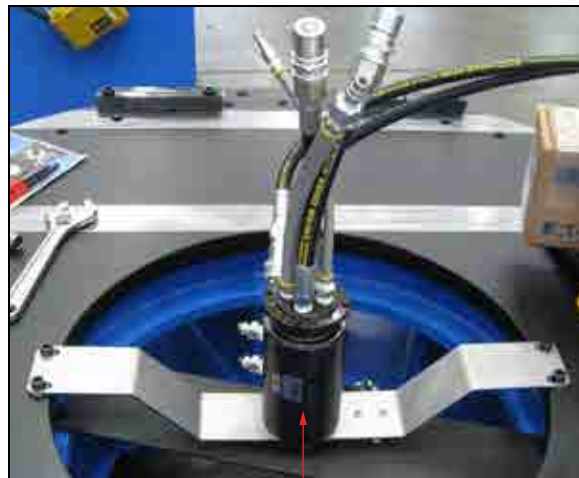

Рис. 4-41. Роторный блок
4. Установите роторный блок на станок (см. Рис. 4-41).